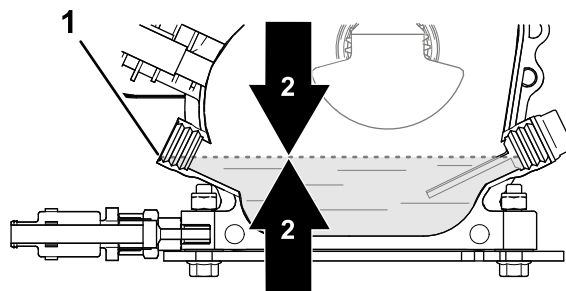

Figure 29
4. Contrôlez le niveau d'huile (Figure 29).